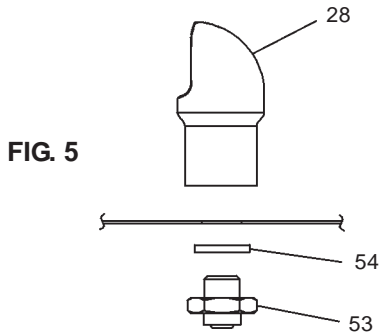

FIG. 5
- 4) Installez le refroidisseur sur le support en vous assurant que ceux-ci sont bien installés dans les fentes à l'arrière du refroidisseur tel qu'indiqué à la figure 5.
- 5) Desserrer les deux (2) vis qui maintiennent le panneau avant inférieur en bas de la base de la fontaine rafraîchissante. Tirer le panneau avant vers l'avant pour accéder dans la fontaine rafraîchissante